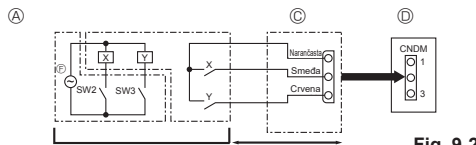

Fig. 9-2
9.2. Funkcija zahtjeva (izmjena na mjestu postavljanja) (Fig. 9-2)